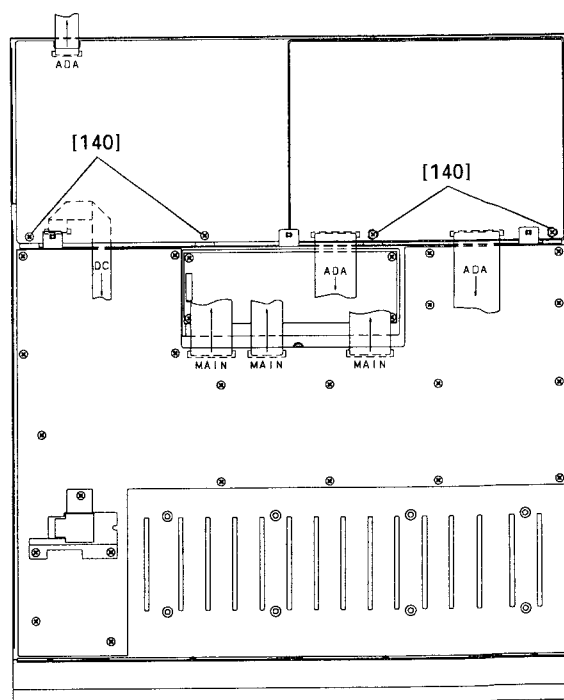

Fig.11 (図11)
- 6-4 Remove the four (4) screws marked [140]. The HA circuit board can then be removed. (Fig. 11)
- 6-4 HA シートの [140] K ネジ 4 本を外し、HA シートを外します。(図 11)